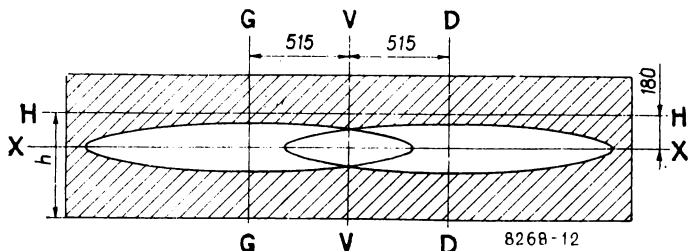

Рис. 60. Разметка экрана для регулировки противотуманных фар:
- установить ненагруженный автомобиль на расстоянии 5 м от экрана (рис. 60);